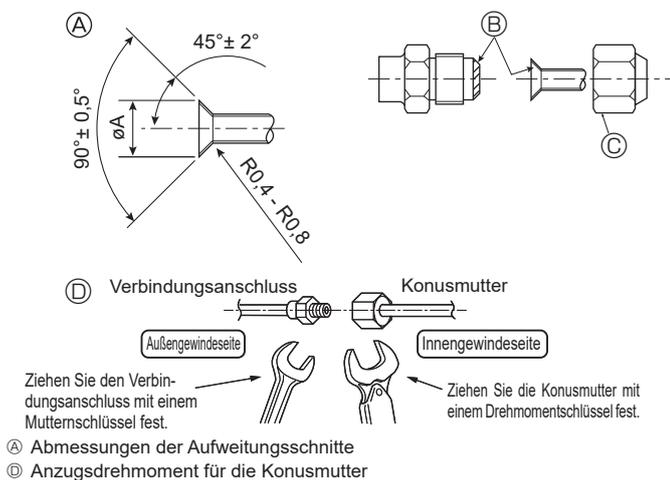

Abb. 4-6
Ⓐ (Abb. 4-6)
Ⓒ (Abb. 4-6)
4.4. Rohranschlüsse (Abb. 4-6)